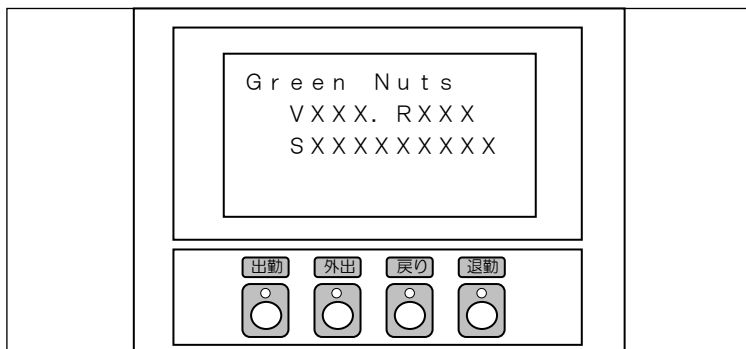

図 3-1 起動画面
- ①切替スイッチを「タイムレコーダー」に合わせます。
- ②電源ボタンを ON にします。
- ③図 3-1 のような起動画面が表示された後、現在の日付・時間が表示されます。
- ①切替スイッチを「保守」に合わせます。
- ②電源スイッチを ON にします。
- ③図 3-1 のような起動画面が表示された後、保守メニューが立ち上がります。